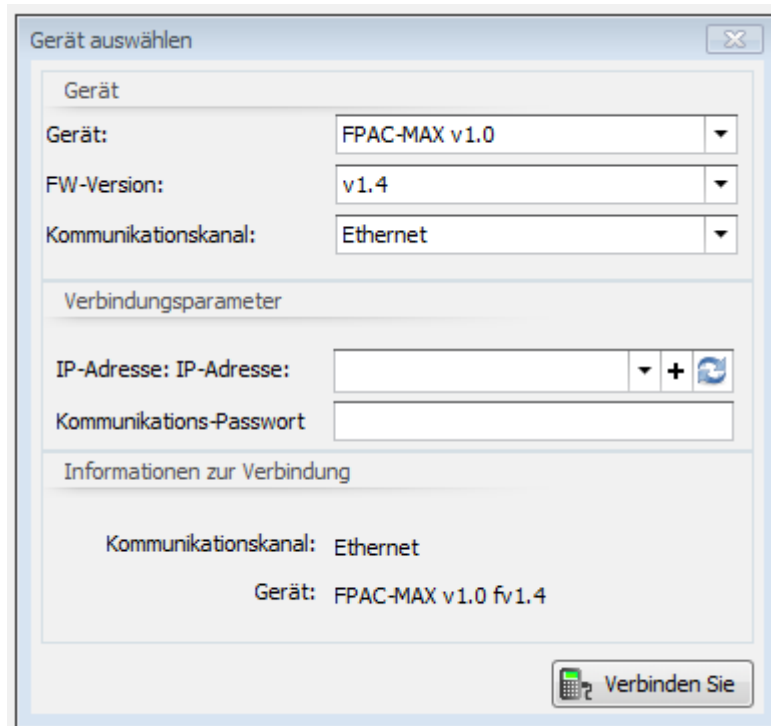

Abb. 6 Geräteauswahlfenster in AC-MAX HW Software
4. Wählen Sie im geöffneten Fenster (Abb.6) das *Gerät FPAC-MAX v1.0* Fingerprint READER, Firmware *1.4* und Ethernet-Kommunikationskanal *aus*.